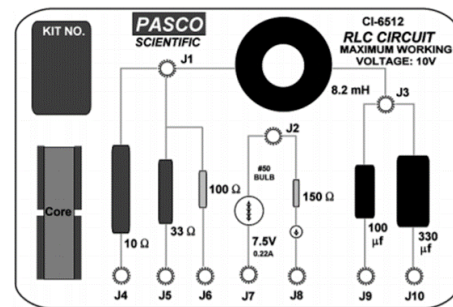

Figura 1: Placa PASCO CI-6512.
- Placa PASCO CI-6512, que muestra la figura 1.